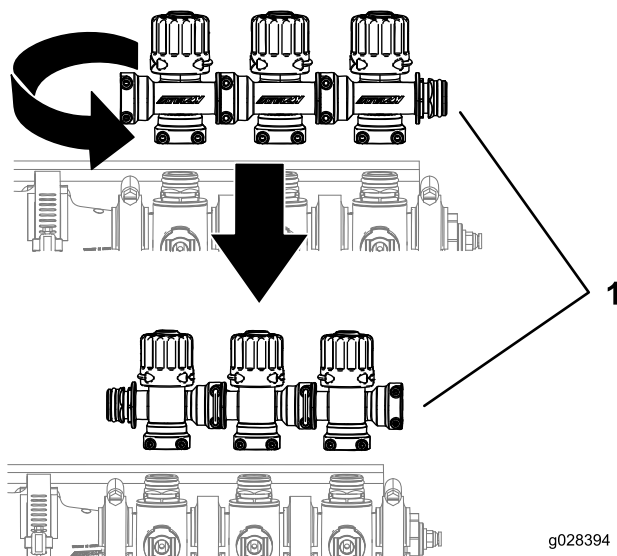

Bild 5
4. Drehen Sie die Baugruppe zur Einstellung des Überstromventils um 180 Grad, wie in Bild 5 abgebildet.